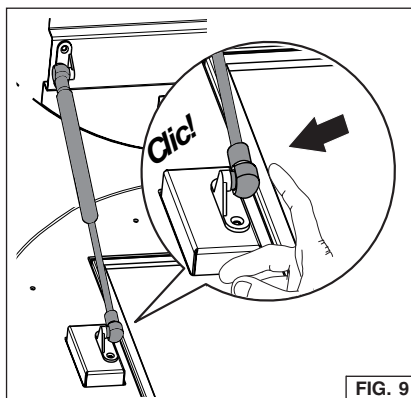

FIG. 9
3. Alignez l'extrémité du cylindre sur la bride de montage et poussez pour l'engager. Fig. 9.